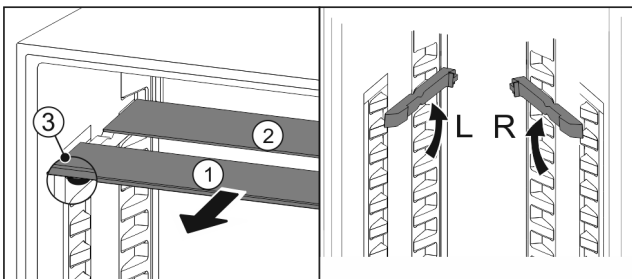

Fig. 91
- ▶ Glasplaten afzonderlijk vanaf de voorkant eruit trekken Fig. 91 (1).
- ▷ Glasplaat Fig. 91 (1) met sierlijst ligt voor.
- ▷ Stops Fig. 91 (3) zijn naar onder gericht.